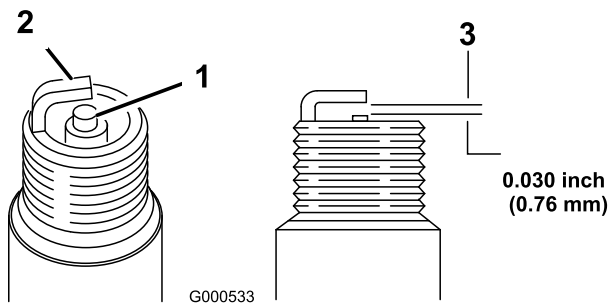

Figure 28
- Examinez le centre de la bougie (Figure 28). Si le bec de l'isolateur est recouvert d'un léger dépôt gris ou brun, le moteur fonctionne correctement. S'il est couvert d'un dépôt noir, c'est généralement signe que le filtre à air est encrassé.
- Contrôlez l'écartement entre l'électrode centrale et l'électrode latérale (Figure 28). Courbez l'électrode latérale (Figure 28) si l'écartement est incorrect.